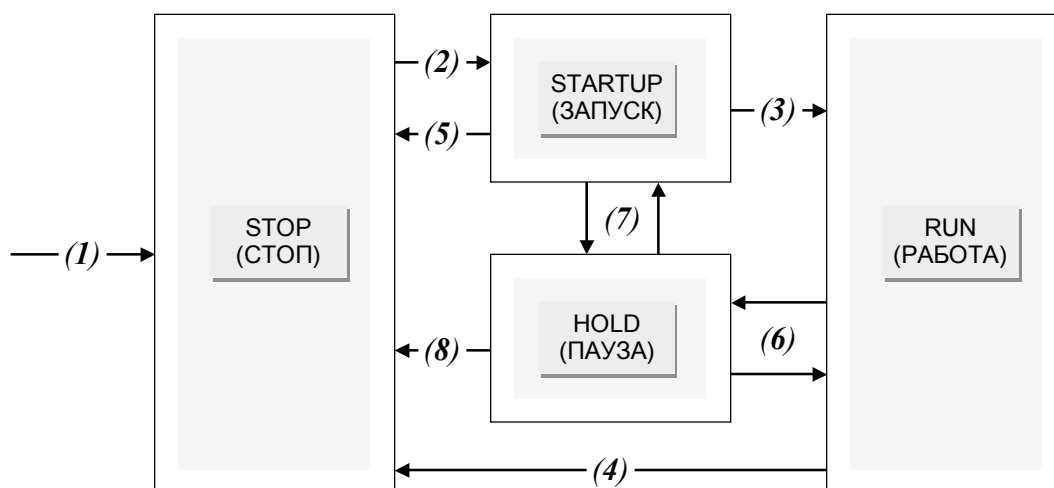

Рис. 22.1 Режимы работы CPU
После включения (1) электропитания CPU находится в режиме STOP (рис.22.1). Если на передней панели CPU переключатель стоит в положении RUN или в положении RUN-P, то CPU переключается в режим START-UP (2), а после этого - в режим RUN (3). Если происходит "неисправимая" ошибка, пока CPU находится в режиме START-UP или RUN, или если Вы переключите переключатель на передней панели CPU в положение STOP, то CPU переключается в режим STOP (4) (5).